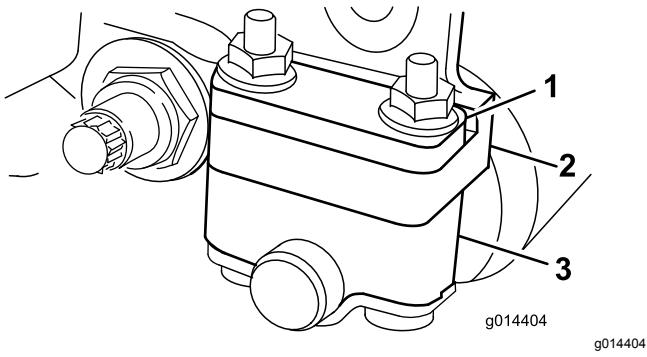
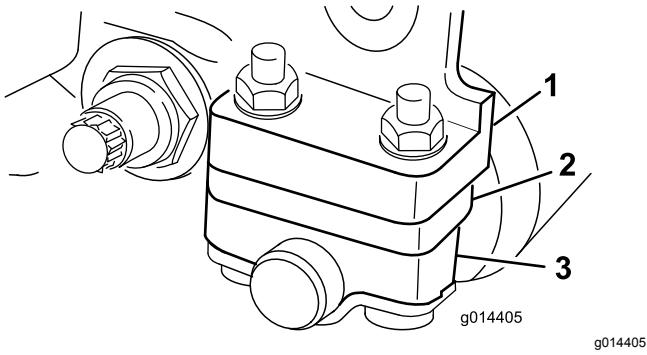

Bild 6
Bild 7
Abhängig von dem gewünschten Schnitthöhenbereich, müssen Sie die Heckrollenhalterungen (Bild 6 oder Bild 7) auf die niedrige oder hohe Stellung verstauen:
- Legen Sie das Distanzstück über den Montageflansch der Seitenplatte (Werkseinstellung), wenn die Einstellungen für den Schnitthöhenbereich zwischen 1,5 mm und 6,0 mm liegen, wie in Bild 6 abgebildet.
- Legen Sie das Distanzstück unter den Montageflansch der Seitenplatte, wenn die Einstellungen für den Schnitthöhenbereich zwischen 3 mm und 25 mm liegen, wie in Bild 7 abgebildet.
4. Legen Sie die Distanzstücke je nach Bedarf über oder unter den Rollenhalterungen auf die Schrauben (Bild 6 oder Bild 7).